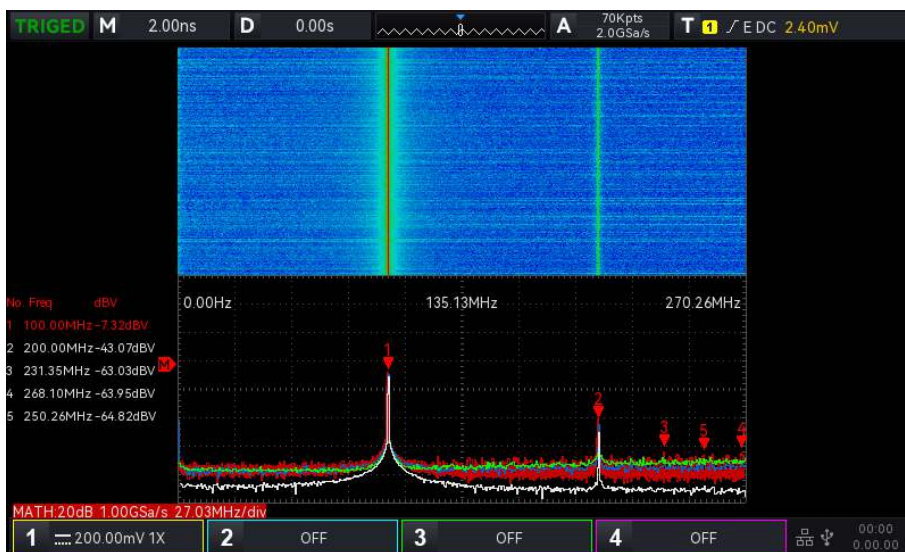

Abbildung 17-3
- e. Wasserfallkurve 2: Spektrum und Wasserfallkurve werden in zwei Fenstern angezeigt. Die Wasserfallkurve zeigt die zeitliche Veränderung des dB-Werts im Spektrum an. Sie verfügt über die Funktion "Aufzeichnen". Die Wasserfallkurve kann nur ausgewählt werden, wenn die FFT verbessert wurde. Sie können maximal 200 Spektren aufzeichnen, die der Wasserfallkurve entsprechen, wie in Abbildung 17-3 gezeigt.